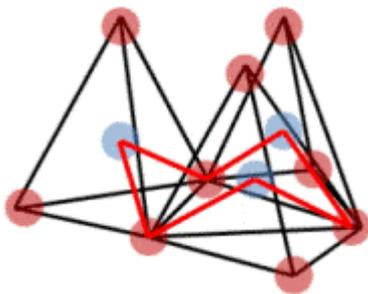

Abb. 2: Struktur von α -Quarz; Elementar-Zelle.
- die Elementar-Zelle des Kristalls darf kein Symmetrie-Zentrum besitzen (Vorhandensein min. einer polaren Achse; siehe Abb. 2). Weiterhin darf der Kristall